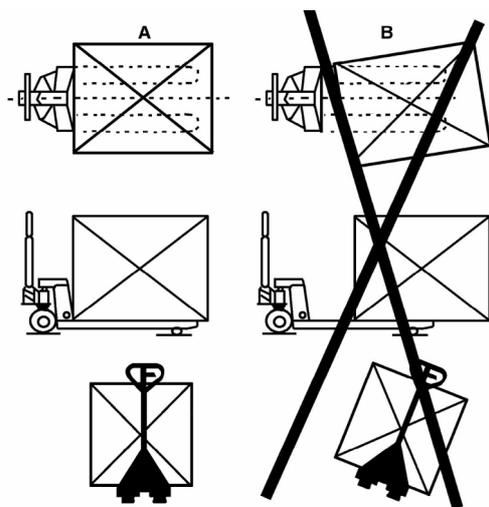

Abb. 6: Korrekte Position der Last (Beispielbild)
- Vor dem Anheben der Last den Hubwagen im Zentrum unter der Last positionieren (Abb. 6 A).